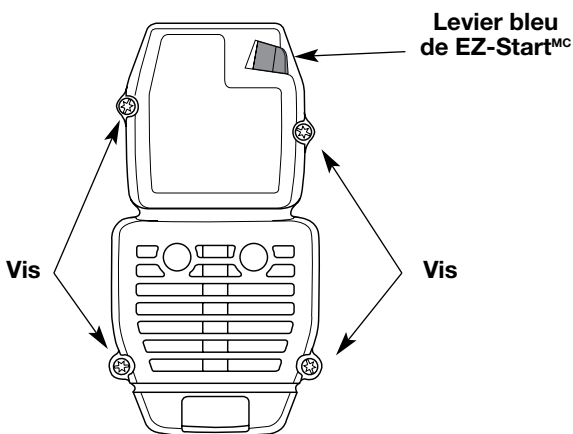

Fig. 21
1. Retirez les quatre vis retenant le couvercle (Fig. 21). Servez-vous d'un tournevis à lame plate ou à mèche T20 Torx.
2. Insérez les quatre vis dans les trous du couvercle (Fig. 21) et vissez. Évitez de trop serrer.